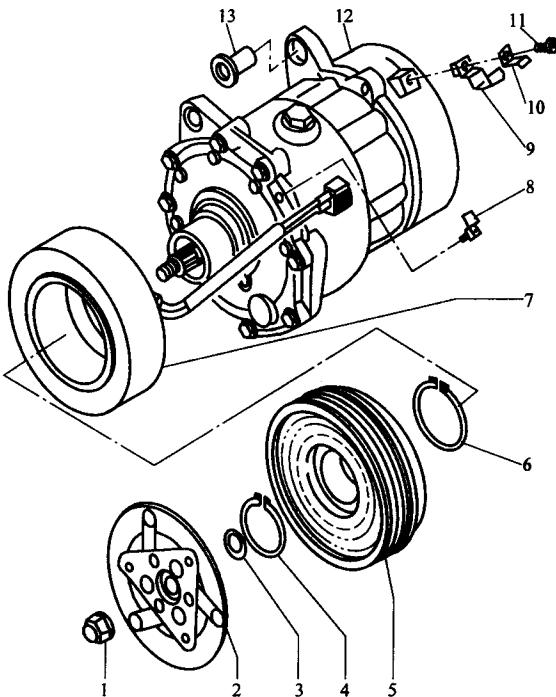

图 2-4 拆下电磁离合器
(1) 从压缩机总成上拆下电磁离合器，如图 2-4 所示。
(2) 专用工具：V. A. G1331 力矩扳手（拧紧力矩为 5~50N·m）。
(3) 说明：维修压缩机电磁离合器不必打开制冷剂回路。若压缩机尚未拆下，将车辆开到有专用设备的车间，制冷剂必须用加注机 V. A. G1885 回收。